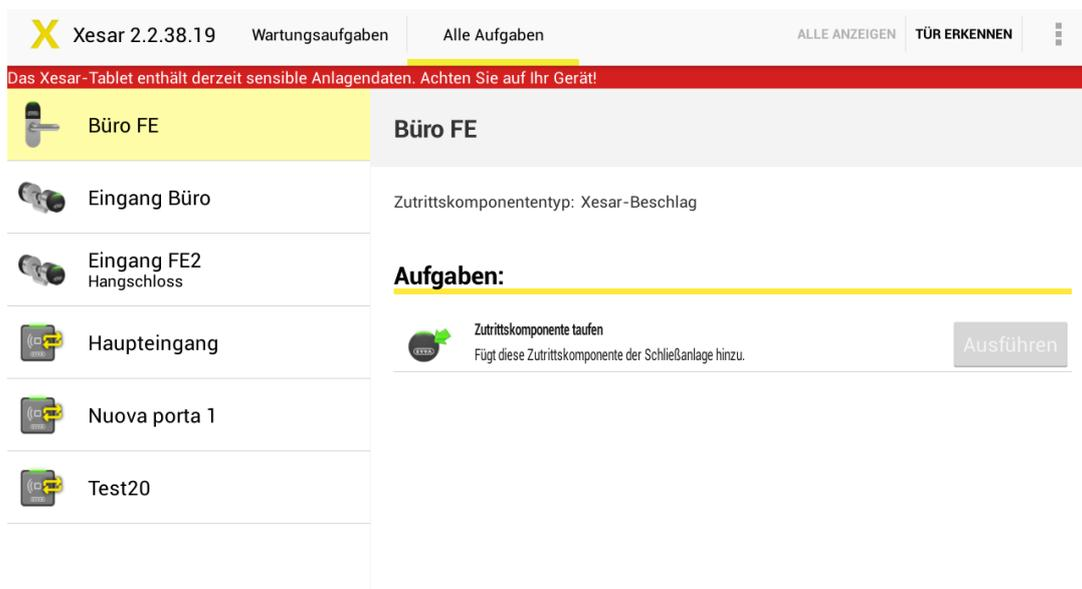

Abbildung 91: Xesar-Tablet – Xesar-Zutrittskomponente taufen
- Starten Sie den Vorgang, indem Sie ***Ausführen*** antippen (Abbildung 91: Xesar-Tablet – Xesar-Zutrittskomponente taufen).